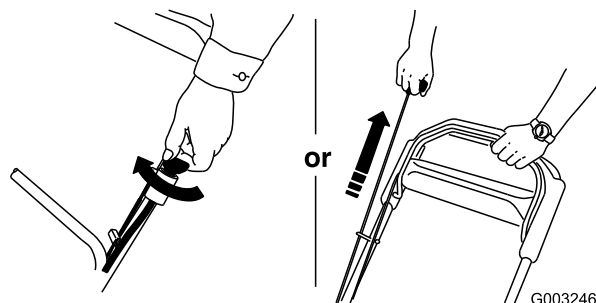

Figura 20
3. Arranque el motor usando la llave de contacto (modelo 20796 solamente) o el arrancador de retroceso (Figura 20).